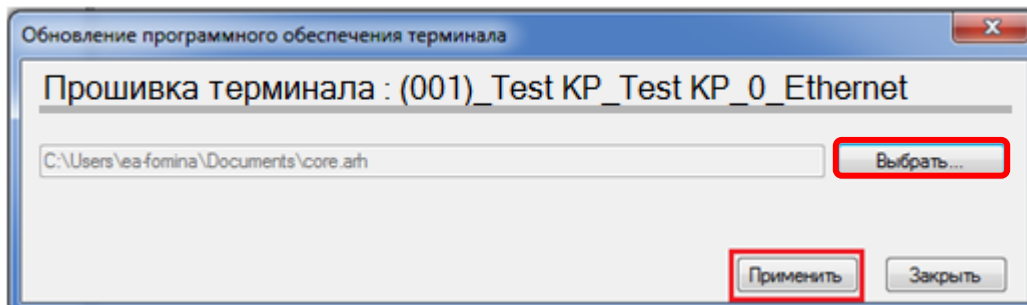
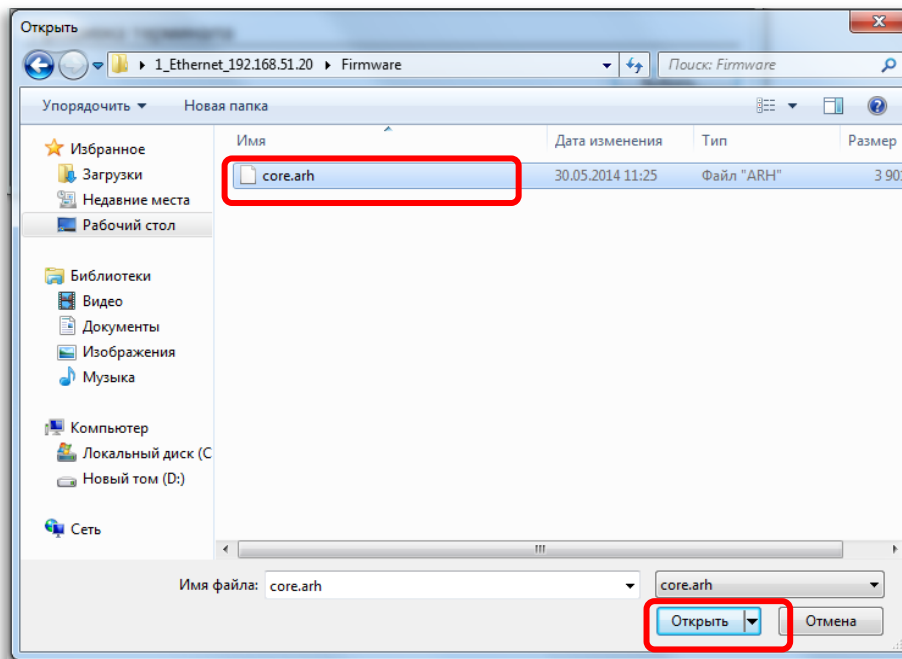

Рисунок 4 – Применить ПО терминала
Рисунок 5 – Выбор файла «core.arh»
4.2 В открывшемся окне «Обновление программного обеспечения терминала» нажать кнопку «ВЫБРАТЬ» (см. рисунок 4), указать путь к загружаемому файлу ПО терминала «core.arh» и подтвердить выбор нажатием кнопки «ОТКРЫТЬ» (см. рисунок 5).
4.3 Нажать кнопку «ПРИМЕНИТЬ» (см. рисунок 4).
Для исправления ошибки необходимо выбрать файл ПО терминала, версия которой будет соответствовать версии конфигурации. Нажать кнопку «ОК», выбрать файл ПО терминала и нажать кнопку «ОТКРЫТЬ» (см. рисунок 5).